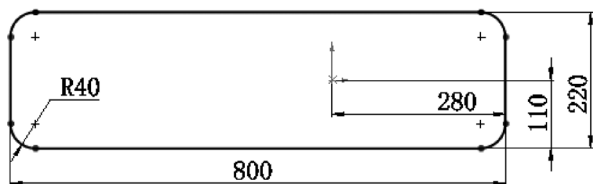

图 9-35 生成草图圆角
**②** 绘制圆角。选择菜单栏中的“工具”→“草图绘制实体”→“圆角”命令，或单击“草图”控制面板中的“圆角”按钮，系统弹出“绘制圆角”属性管理器，在“圆角项目”列表下的“圆角半径”中输入 40.00mm。单击草图中矩形的 4 个顶角边，系统自动完成草图的圆角操作，如图 9-35 所示。